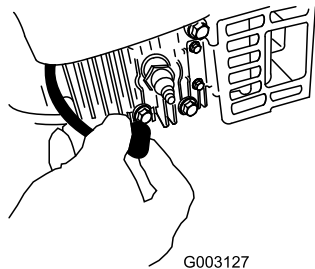

Bild 43
2. Ziehen Sie das Zündkabel von der Zündkerze ab, bevor Sie Wartungsarbeiten ausführen (Bild 43).